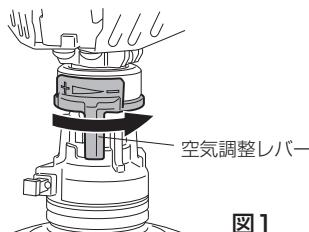

図1
1. 空気調整レバーを-(右)の方向に止まるまで回します(図1)。